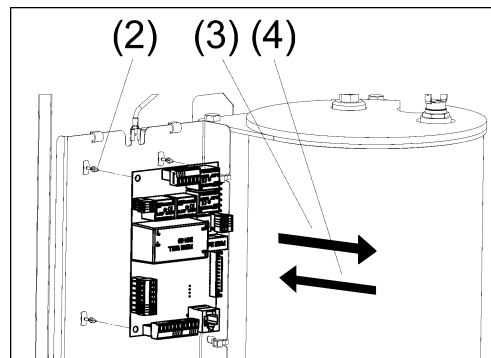

Рисунок 12. Замена платы контроллера
- (1) Отсоедините штекер от датчика.
- (2) Выверните датчик (см. рис. 12) из теплообменника.
- (3) Вверните новый датчик в теплообменник, при уплотнении резьбы используйте специальный резьбовой герметик.
- (4) Подсоедините штекер.
- (5) Проверьте герметичность установки датчика.
- (6) Проверьте надёжность контактов электрического подсоединения.
- (1) Отсоедините все провода и разъёмы от платы контроллера (см. рис. 12).
- (2) Демонтируйте плату контроллера (аккуратно нажмите на пластиковые держатели крепления платы и потяните плату на себя).
- (3) Извлеките плату контроллера.
- (4) Установите новую плату контроллера взамен прежней на пластиковые держатели.
- (5) Подсоедините все необходимые провода и разъёмы к новой плате контроллера.
- (6) Проверьте работоспособность новой платы – протестируйте котел при разных режимах работы.